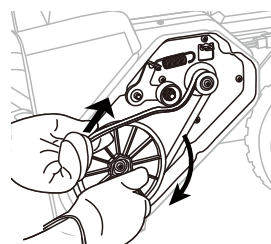

Fig.14C
5. Instale una correa nueva. Gire la nueva correa de transmisión primero alrededor de la polea del motor y luego alrededor de la polea del sinfín. Gire lentamente la polea del sinfín en el sentido de las agujas del reloj para llevar la correa hacia dentro (Fig. 14C).